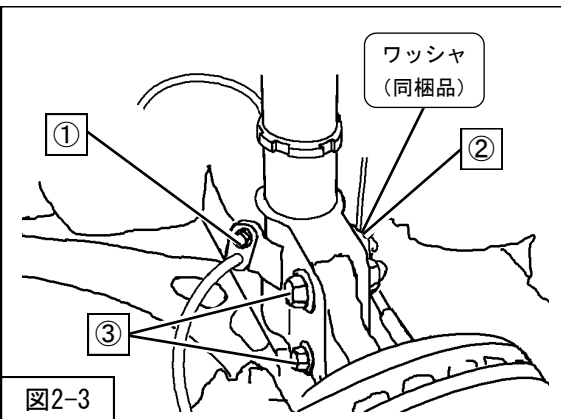
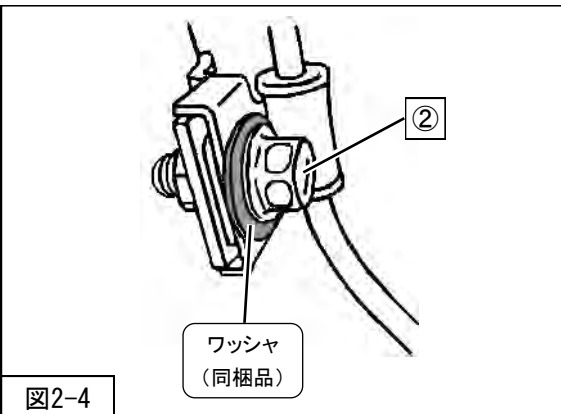

図2-3
図2-4
を取付けてください。(図2-3)
- 3. ②ABSセンサハーネス取付ボルト(締付トルク: 33N・m)は、ハーネスステーとの間にワッシャ(同梱品)を挿入して取付けてください。(図2-3・図2-4)
- 4. ①ブレーキホース取付ボルト(締付トルク: 33N・m)を取付けてください。(図2-3)